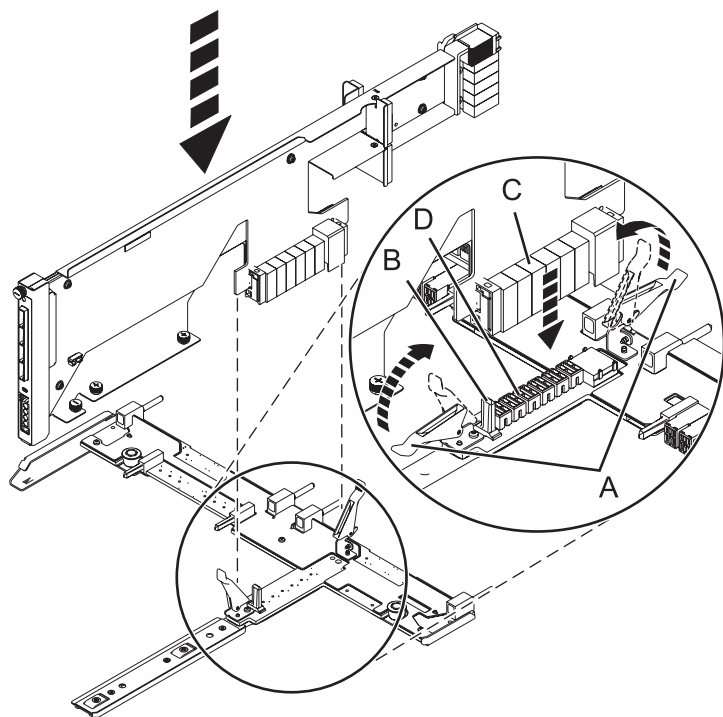

Figura 73. Instalación de la tarjeta de conducto SAS en la placa central
- a. Coloque el conector de la tarjeta (C) en la conexión media (D) utilizando la guía (B) para asegurar una buena conexión.
- b. Levante el asa (A) para ajustar la tarjeta de conducto SAS en la placa central, según se muestra en Figura 73.